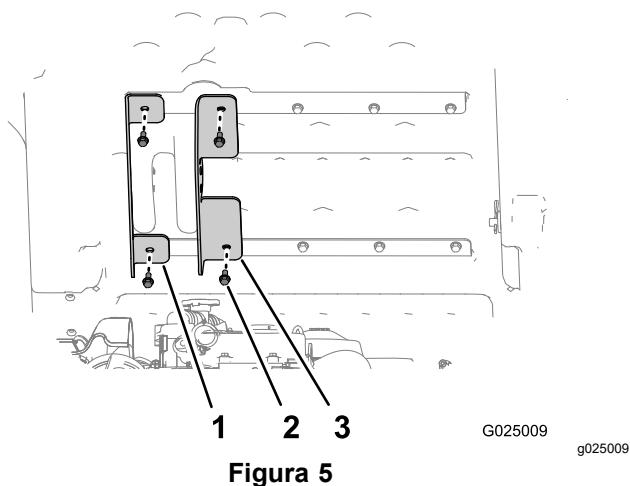

Figura 5
3. Alinee el soporte de elevación exterior izquierdo (con pestañas cortas) con los taladros exteriores de los refuerzos superior e inferior de la caja (Figura 5).
4. Sujete el soporte de elevación exterior a la plataforma con los 2 pernos que retiró en el paso 1 y apriete los pernos a mano (Figura 5).
5. Alinee el soporte de elevación interior (con pestañas largas) con los orificios interiores de los refuerzos superior e inferior de la caja (Figura 5).
6. Sujete el soporte de elevación interior a la plataforma con los 2 pernos que retiró en el paso 2 y apriete los pernos a mano (Figura 5).
9. Apriete los 4 pernos (5/16" x 3/4") que sujetan los soportes de elevación interior y exterior a la caja (Figura 5) a 15–16,6 N·m.